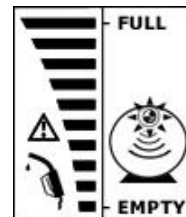

Fig. 7
- 1) Een driehoek, een pistool, een rood lampje en alle volumestreepjes die knipperen (fig 7)